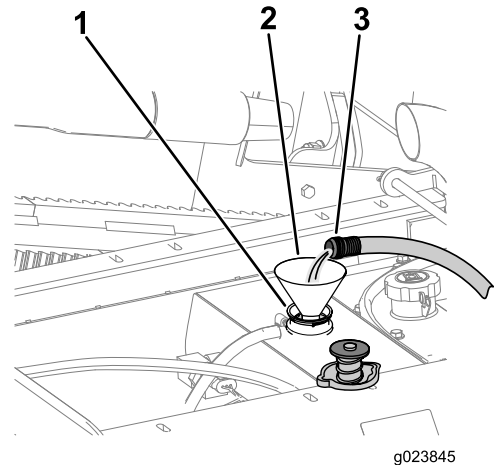

Figura 110
- B. Llene el radiador con agua limpia (Figura 110).